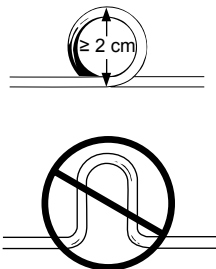

Figure 7. Enroulement de la longueur excédentaire de l'électrode.
- Enrouler la longueur excédentaire du corps de l'électrode dans une boucle circulaire supérieure à 2 cm (0,8 po.) de diamètre. Ne pas former une boucle en U ni une courbe (Figure 7). Une boucle circulaire réduit la probabilité et les effets des interférences électromagnétiques et évite de tordre ou d'endommager le corps de l'électrode.